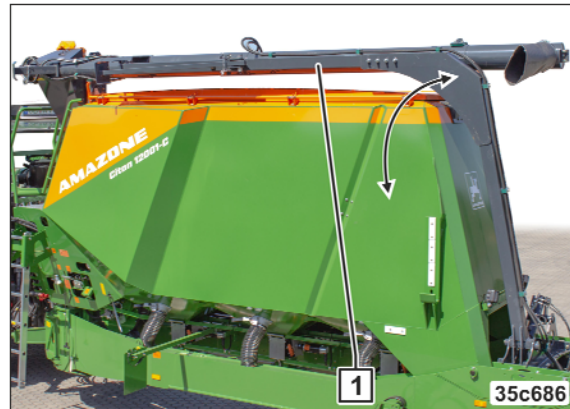

Fig. 244
1. Befüllschnecke (Fig. 244/1) in die Arbeitsposition klappen.